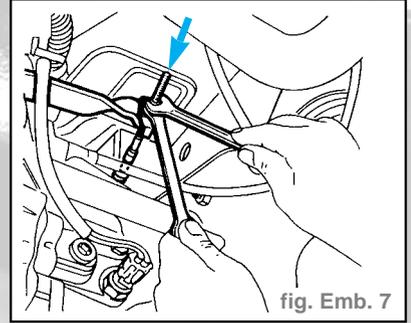

fig. Emb. 7
- Pour régler au besoin la course, agir sur l'écrou et, s'il est présent, également sur le contre-écrou du câble flexible de commande d'embrayage, côté B.V. (fig. Emb. 7)